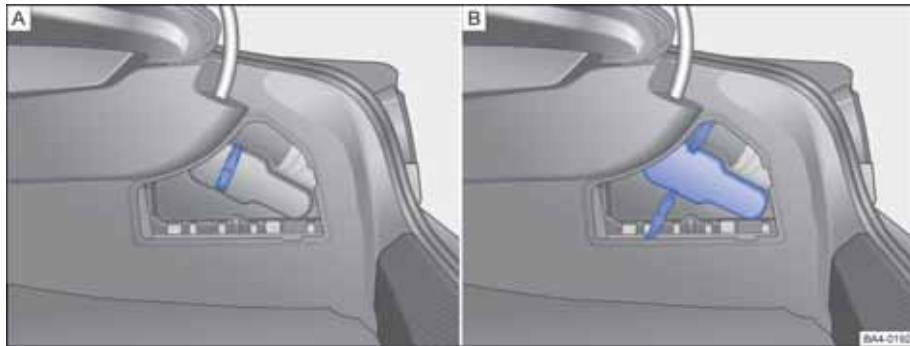

图 223 行李厢内的随车工具
- 解开固定带⇒图 223 A，将绑带两端粘至内饰毛毡上⇒图 223 B。
- 取出随车工具包⇒图 223 B。